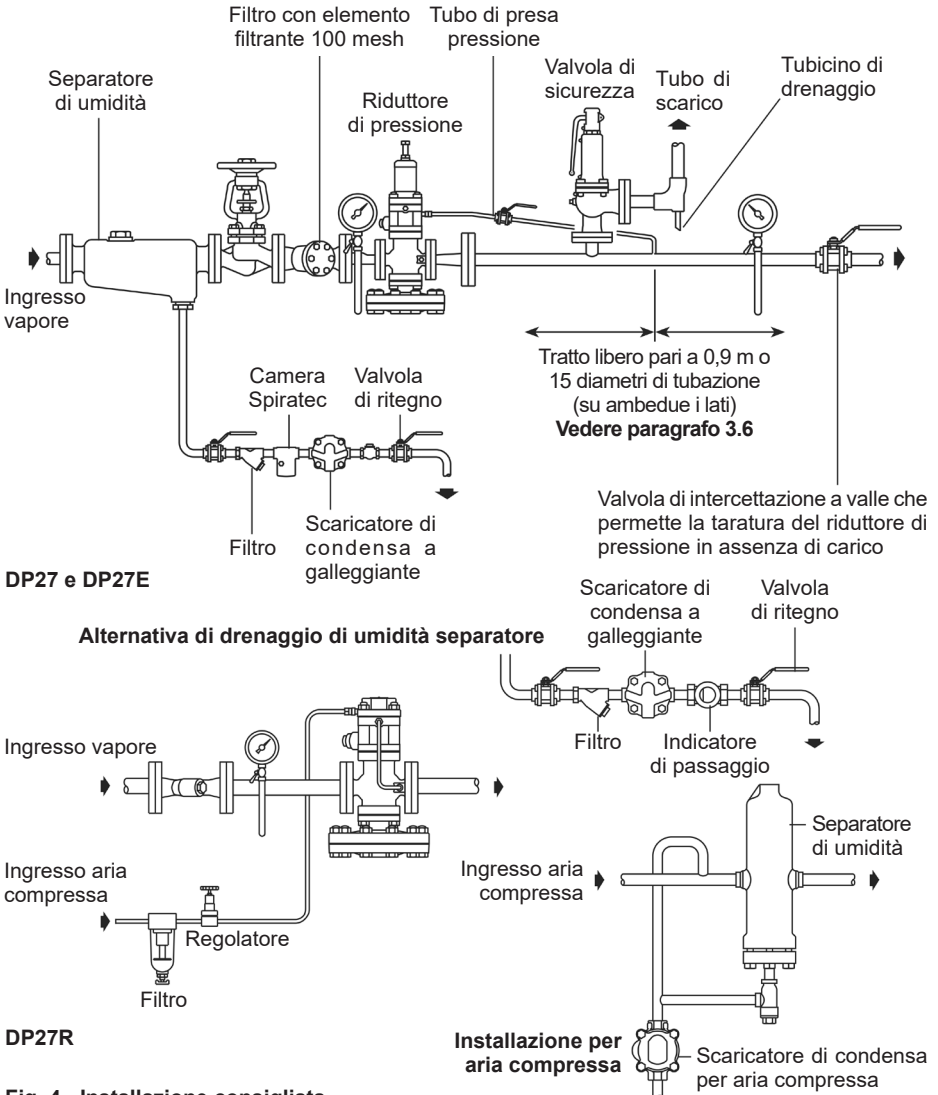
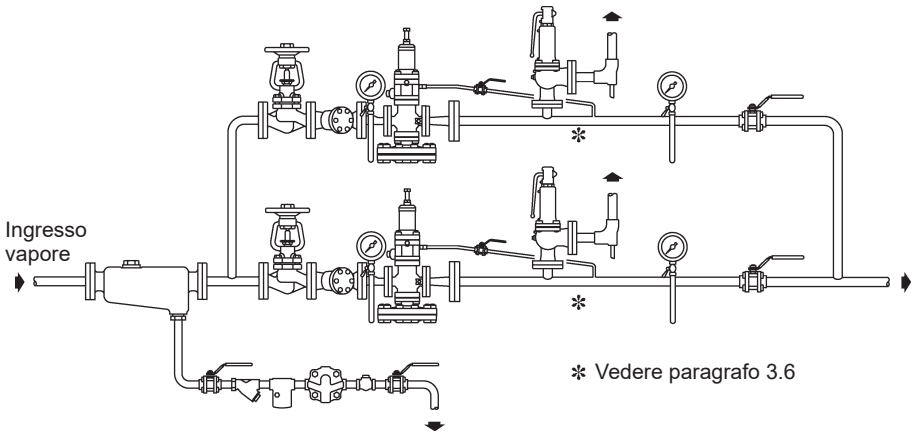
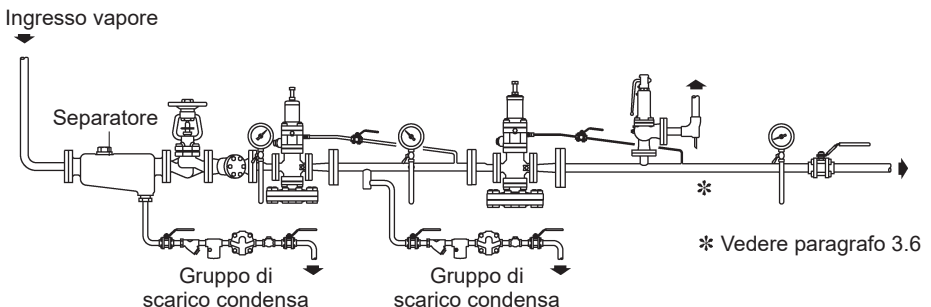
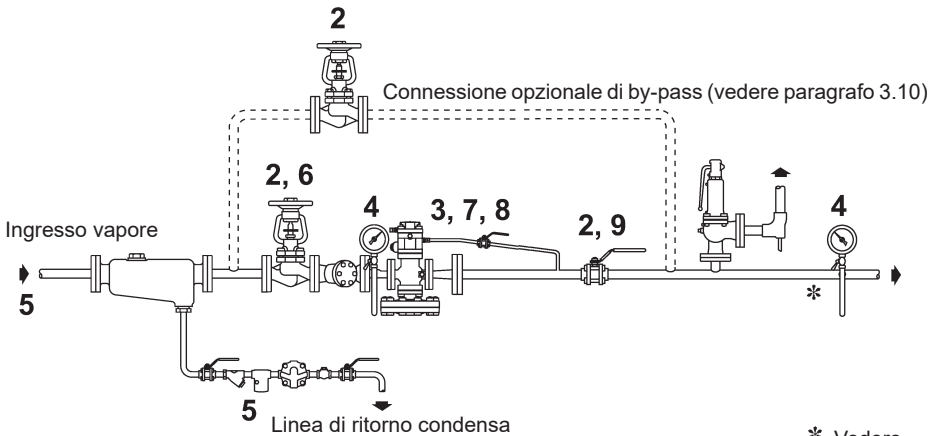

Fig. 4 - Installazione consigliata
Fig. 5 - Due riduttori di pressione installati in parallelo
Fig. 6 - Due riduttori di pressione installati in serie
Fig. 9 - Procedura di taratura per DP27R
Il tubicino di alimentazione dell'aria di comando controllata dal regolatore, deve essere collegato al riduttore di pressione attraverso l'apposito raccordo come illustrato in Fig. 4. Tale raccordo è adatto per tubicini in rame aventi diametro esterno 6 mm. La pressione massima ridotta ottenibile dalla valvola DP27R è 15 bar. Un'installazione tipica è rappresentata in Fig. 9.
3.2 Montaggio (Fig. 4, 5 e 6)
La valvola deve sempre essere installata su tubazioni orizzontali, con la camera dei diaframmi principali rivolta verso il basso (Fig. 4). In caso di portate elevate, di carichi ampiamente variabili o quando ci sia la necessità di avere una valvola sempre pronta in "stand-by", possono essere usate due o più valvole in parallelo (Fig. 5). Per applicazioni in cui sia richiesta un'estrema stabilità con rapporti di turndown superiori a 10:1 potrebbe essere consigliabile l'uso di due valvole in serie. Per non avere instabilità, il volume e, quindi, la portata della tubazione tra le due valvole dovrebbe corrispondere ad almeno 50 volte il diametro parametrato su tutta la sua lunghezza. Per assicurare un adeguato drenaggio del tratto di tubazione tra le due valvole di riduzione, deve essere previsto un gruppo di scarico condensa come mostrato in Fig. 6.
In funzionamento continuo è essenziale assicurare un'alimentazione di vapore costante. In tal caso, per la manutenzione periodica si consiglia l'installazione in parallelo di un'altra stazione di riduzione (Fig. 5).
DP27R (Fig. 9)